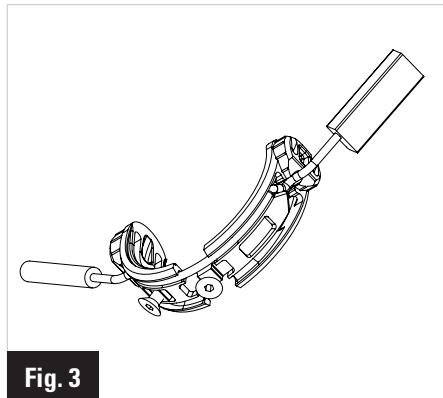

Fig. 3
- 3- Installer les guides câbles dans le boîtier de pédalier. Seul le fil électrique pour le dérailleur arrière doit courir dans le boîtier de pédalier. Monter les guides liners②en bloquant le fil dans les gorges inférieures (Fig.3), puis visser la bride①à l'aide des vis③
- 4- Installer le passe fil électrique amovible pour le dérailleur avant④ ⑤(cf. § SERRAGE BUTEES AMOVIBLES)
- 5- Installer le passe fil électrique ⑥ à la sortie de la base arrière.
- 6- Coller l'autocollant LOOK⑦sur le capot. Nettoyer et dégraissier la surface pour un collage optimal.